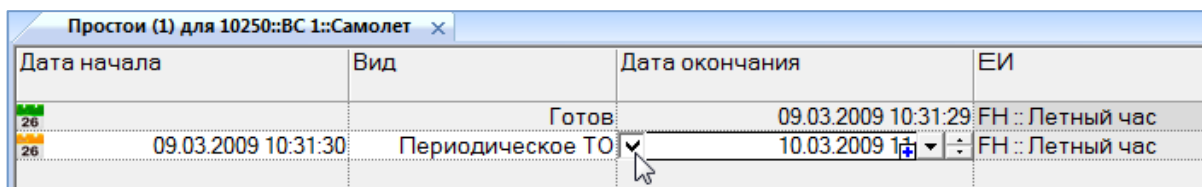

Рис. 13-354 – Установить флаг в белом квадрате для закрытия состояния
2) Установить флаг в белом квадрате – в результате поле «Дата окончания» заполнится текущей датой (состояние закроется) и станет доступным для редактирования (рис. 13-354).